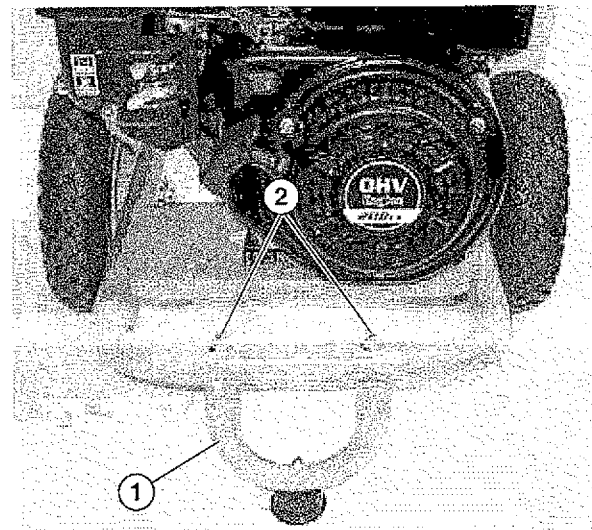

Figura 21 – Instalación del soporte delantero
7. Instale el soporte delantero con las dos tuercas de soporte delanteras (M8). Apriete bien las tuercas (Ver Figura 21).